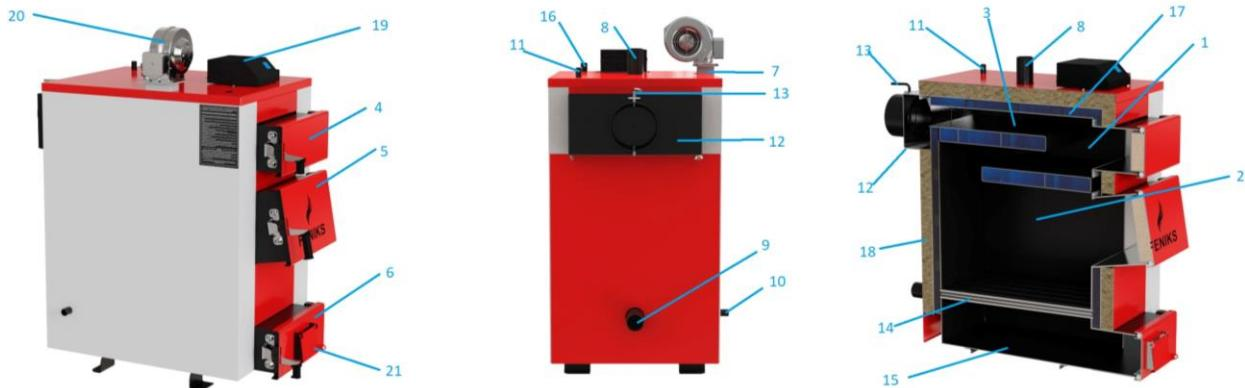

Рисунок 2 – Зовнішній вигляд та основні елементи котла
Конструктивно котел являє собою збірно-зварену конструкцію, що складається з корпуса (поз. 1, рис. 2) з камeroю згоряння (топкою) (поз. 2, рис. 2). Конвекційна частина котла складається з триходового теплообмінника (поз. 3, рис. 2) комбінованого типу – двох горизонтальних полицеь. Теплообмінник розташований безпосередньо над топкою.
Корпус котла виконаний в формі паралелепіпеду з подвійними стінками, які розділені водними перегородками (поз. 17, рис. 2). На зовнішній поверхні корпуса під декоративною обшивкою закріплена теплова ізоляція. (поз. 18, рис. 2).
Паливо для процесу спалення завантажується на колосникові грати (поз. 14, рис. 2) крізь завантажувальні дверцята (поз. 5, рис. 2). Колосникові грати виконані з товстостінних безшовних труб по яких постійно циркулює вода з водяної оболонки котла. Згоряння палива в топці відбувається за участю повітря, яке постачається під колосникові грати припливним вентилятором (поз. 20, рис. 2). Кількість повітря, необхідного для процесу згоряння, регулюється автоматично блоком автоматики управління (поз. 19, рис. 2), або за допомогою терморегулятора.
Підведення і відведення теплоносія здійснюється відповідно через патрубки зворотної мережної води (поз. 9, рис. 2) і прямої мережної води (поз. 8, рис. 2).
Топочні гази виходять у димохід крізь боров (поз. 12, рис. 2), розташований у задній частині котла. Боров обладнано вбудованим дросельним клапаном продуктів згоряння – шибером (поз. 13, рис. 2). У випадку надто високої тяги у димоході шибер дає можливість її знизити шляхом часткового перекривання вихідного отвору борова.
Зола, яка утворюється в процесі згоряння палива, зсипається в нижню частину корпуса котла в якій розташована висувна полиця для золи – зольник (поз. 15, рис. 2).
- з вентилятором та блоком автоматичного управління – припливним вентилятором (поз. 20, рис. 2) під колосникові грати по каналу подачі повітря. Кількість повітря, необхідного для процесу згоряння, регулюється автоматично контролером (поз. 19, рис. 2).
У верхній частині корпуса котла розташований штуцер для встановлення запобіжного клапана або групи безпеки котла (поз. 11, рис. 2).
Для можливості встановлення вентилятора зверху корпуса котла, передбачений отвір, який заглушено кришкою (поз. 7, рис. 2).
Ревізійний дверцята (поз. 6, рис. 2), що розташовані на передній стінці котла, необхідні для періодичного чищення колосникових грат, а також для можливості спорожнення – зольника.
Для можливості періодичного обслуговування (чищення) теплообмінника передбачені дверцята у верхній частині котла (поз. 4, рис. 2).
Регулятор тяги необхідно приєднати до патрубка з внутрішньою різьбою, який знаходиться у верхній частині корпусу (рис. 2). Різьбове з'єднання при цьому потрібно ущільнити. Регулятор повернути таким чином, щоб наконечник для закріплення шестигранного важеля (з комплекту регулятора) був направлений вправо.